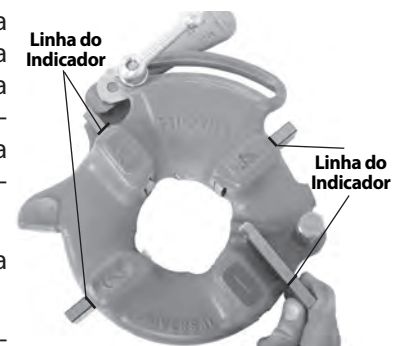

Figura 8 – Inserir Tarraxas
4. Levante a lingueta da anilha para fora da ranhura na barra de tamanho. Desloque a anilha para a extremidade da ranhura (Figura 8).
6. Insira as tarraxas adequadas na cabeça de roscar até a linha do indicador estar alinhada com a extremidade da cabeça de roscar (consulte Figura 8). Os números das tarraxas têm de corresponder aos das ranhuras na cabeça de roscar. Substitua sempre as tarraxas em conjunto - não misture tarraxas de conjuntos diferentes.